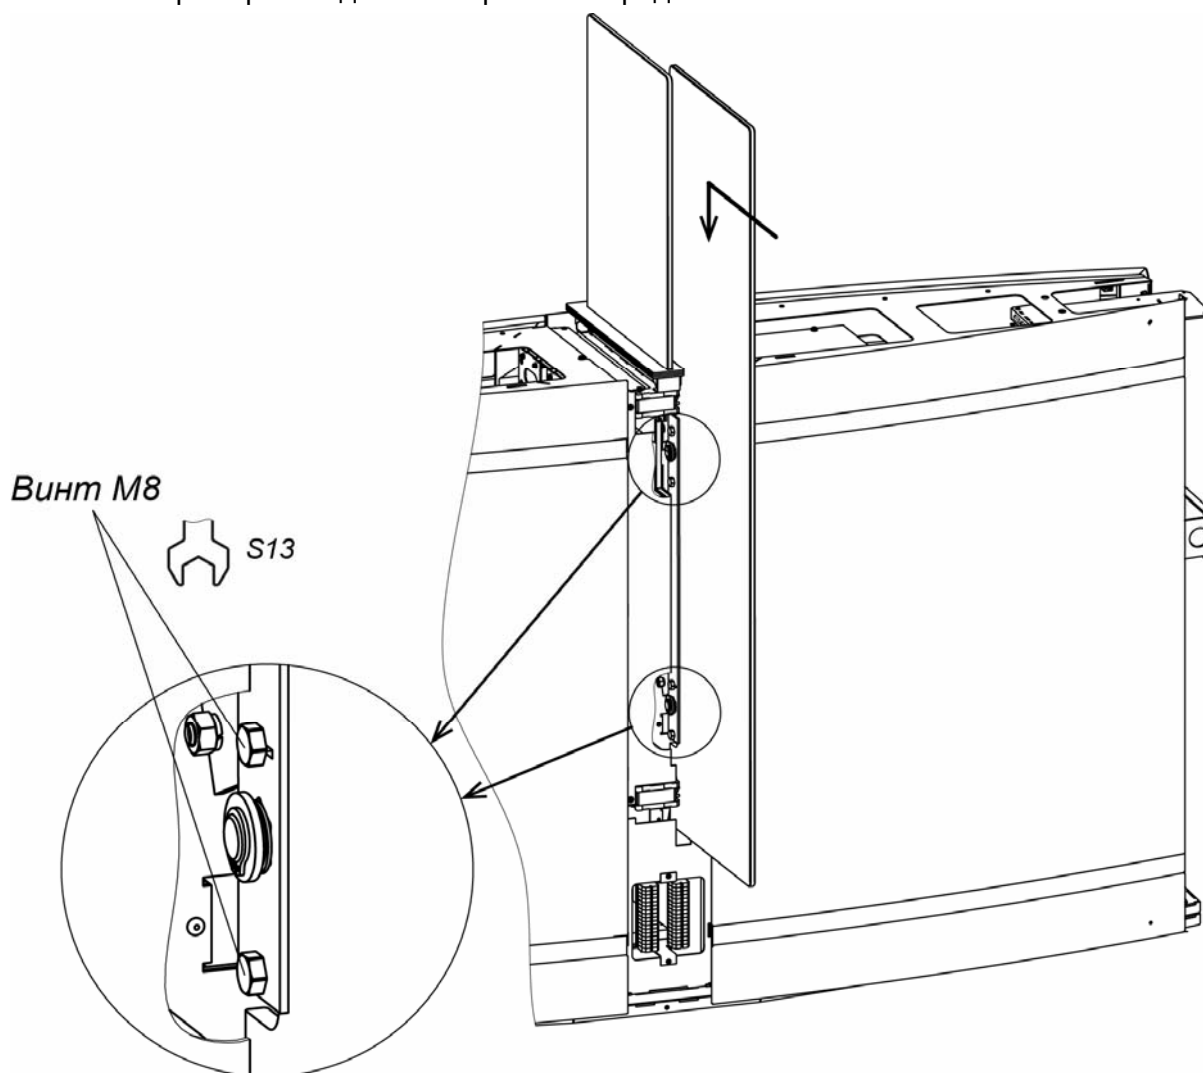

Рисунок 24. Монтаж створки
2. Ключом рожковым S13 ослабьте четыре болта M8 двух креплений створки – сверху и снизу (см. рис. 24).